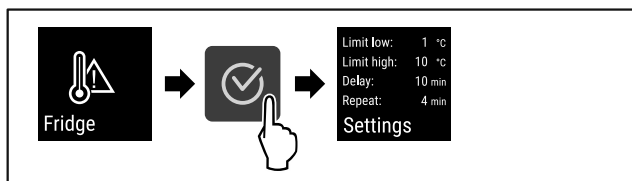

Fig. 118
- ▶ Eseguire i passi (vedere Fig. 118).